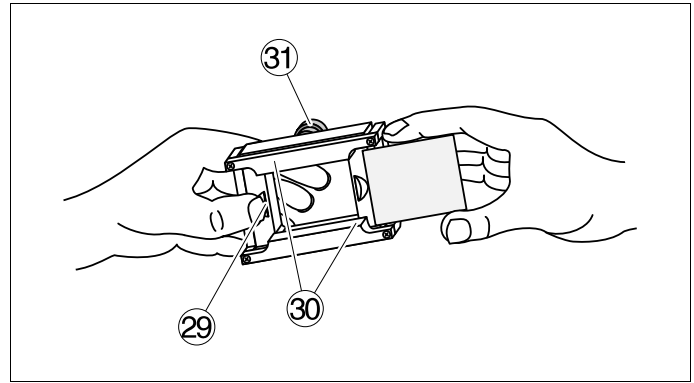

Fig. 17
Filmhalters öffnen, indem die Rändelschraube ③ angezogen wird. Zurechtgeschnittenes Filmmaterial bei abgedunkeltem Raum aus dem lichtdichten Behälter entnehmen und so in den Filmhalter einschieben, daß die beschichtete Seite nach Rückführung in den Aufbau zum Objekt zeigt. Zur Erleichterung des korrekten Einbaus den Daumen an die Nut ② halten und den Film bis an den Fingernagel schieben (s. Fig. 17). Spannbacken durch Lösen der Rändelschraube völlig schließen und Filmmaterial gleichmäßig festspannen. Anschließend Optik-Fuß des Filmhalters mit Finger fixieren und Filmhalter wieder in den Aufbau bringen.
clamp ③ of the film holder by tightening the knurled screw ③. Take a piece of film cut to size from the light-tight box in a darkened room and slide it into the film holder so that the coated side is facing toward the object when the holder is returned to the setup. To make correct insertion easier, hold your thumb on the groove ② and slide the film as far as your fingernail (see Fig. 17). Close the clamp by loosening the knurled screw completely and clamp the film evenly.